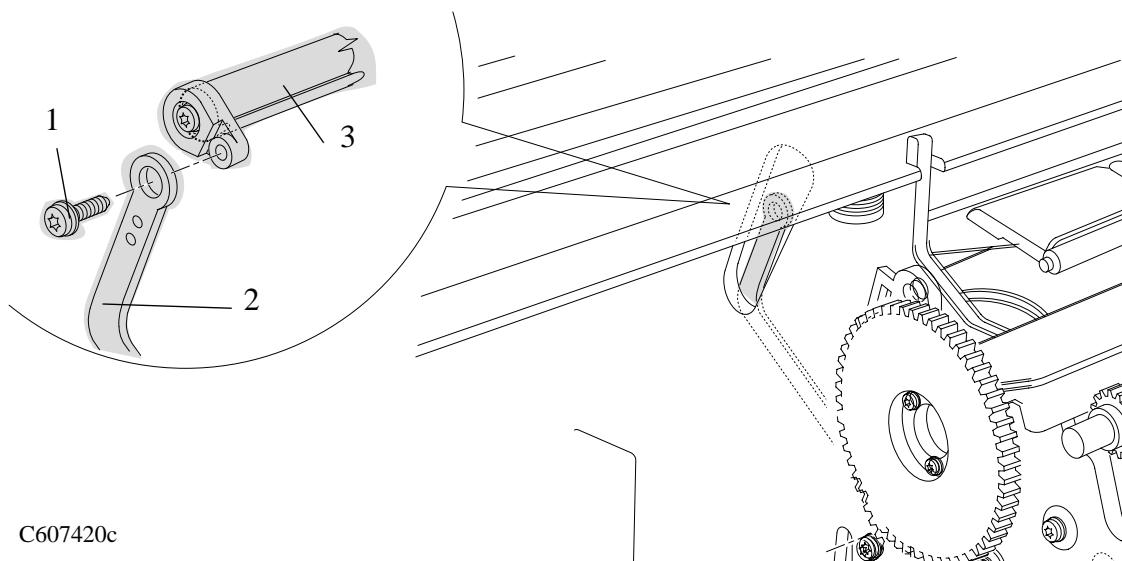

図 81：ピンチホイール カム
- 2** リンケージ ロッド (部品2) をピンチホイール カム (部品3) に固定しているT-10のネジ (部品1) を取り外します (図81 参照)。